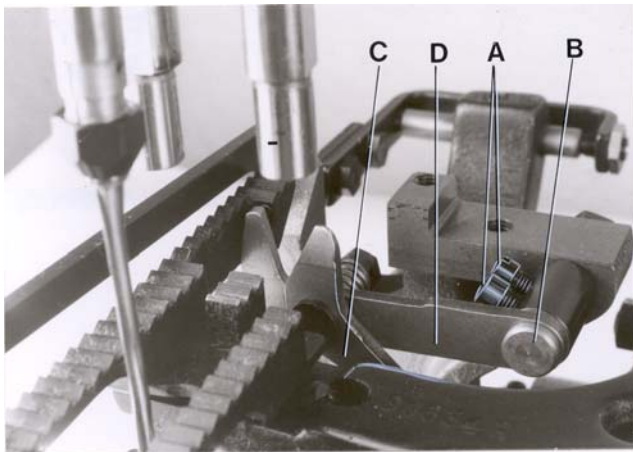

Fig. 18
The knives of the chain cutter can not be changed individually, the complete chain cutter part No. 80677R has to be replaced. Remove presser foot, throat plate and cloth plate. Swing-off the end cover. Turn pulley until the feed dog is in its extreme front position. Loosen screws (A, Fig. 18) and pull the chain cutter with stud (B) to the front and take it out of the machine.
Assemble the new chain cutter. Insert the hole on knife pilot (C, Fig. 18) down on the pin in the knee lever. Insert stud (B) in the hole on knife pilot (D) and tighten screws (A) on the flat of the stud. Check if the cutting edges overlap approx. 0.3 mm (.012").
Remueva la tapa lateral izquierda, el pie prensa-tela y la placa de la aguja. Gire el volante hasta que el transportador se encuentre en su posición delantera. Suelte los tornillos (A, Fig. 18) y hale la tijera con el perno (B) hacia adelante y remuévala de la máquina.
Coloque la tijera nueva. Inserte la ranura de la cuchilla trasera (C, Fig. 18) de la tijera en la clavija . Inserte el perno (B) en el hueco de la cuchilla (D) y apriete los tornillos (A) en la parte plana del perno. Revise si las cuchillas de la tijera se están solapando 0.3 mm (.012").